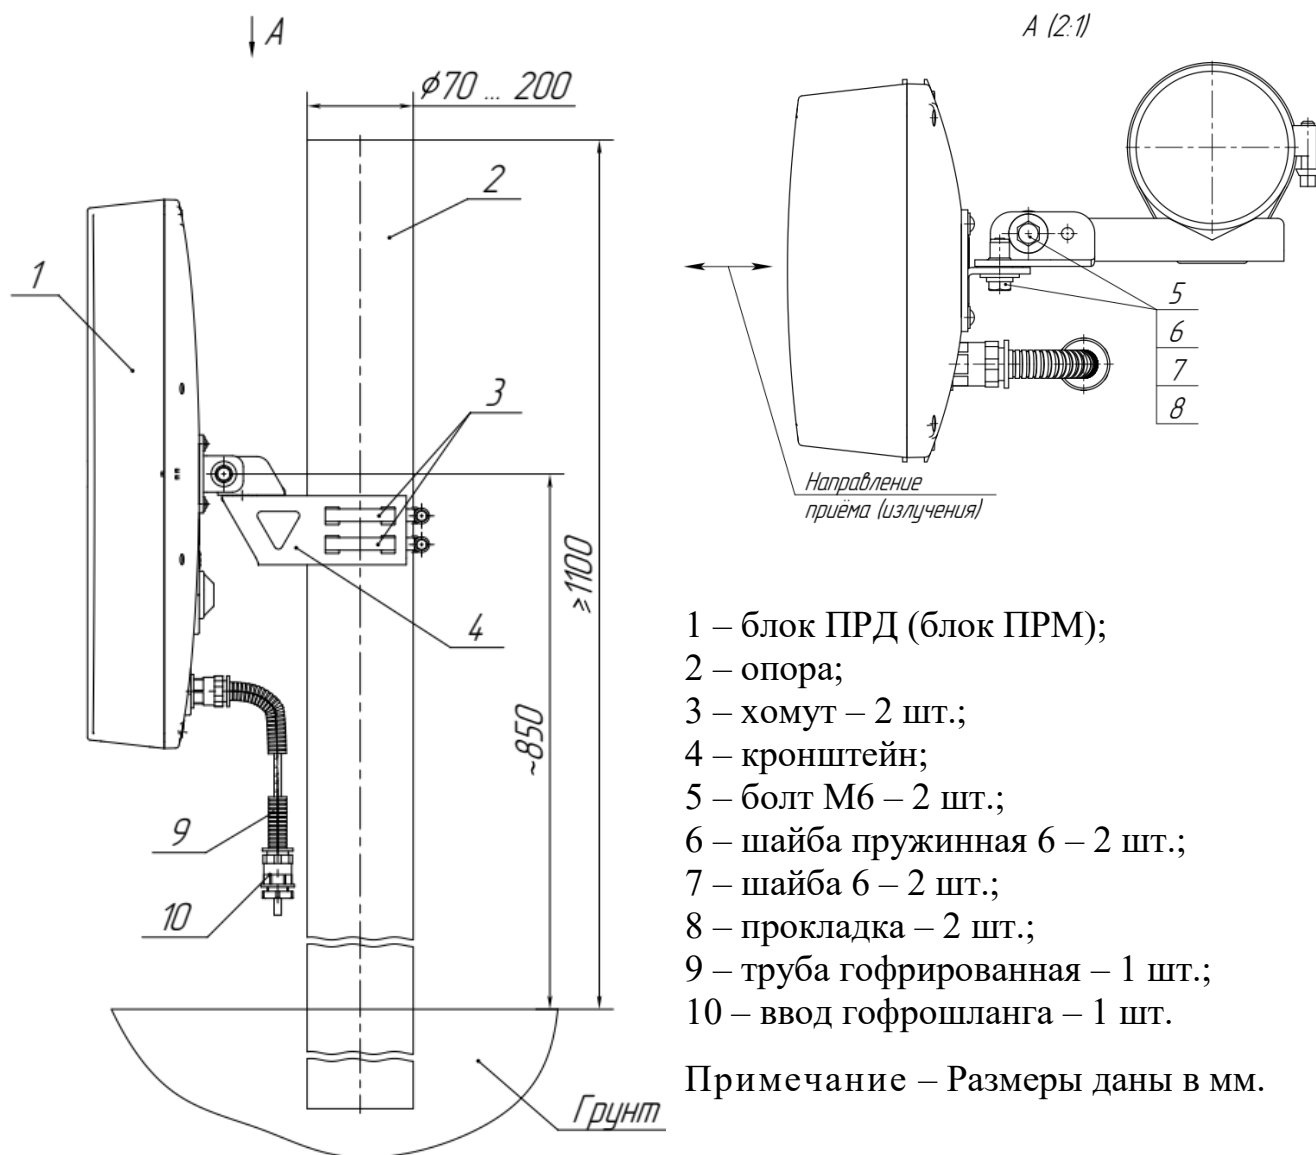

Рисунок 2.5 – Установка блока ПРД (блока ПРМ) извещателей «ФОРТЕЗА-М300-А», «ФОРТЕЗА-М500-А» на опоре
2.3.4.3 Установка блока ПРД (блока ПРМ) на кронштейне поз.4 (рисунок 2.5), состоящего из швеллера 2 и уголка 3, показана на рисунке 2.6.